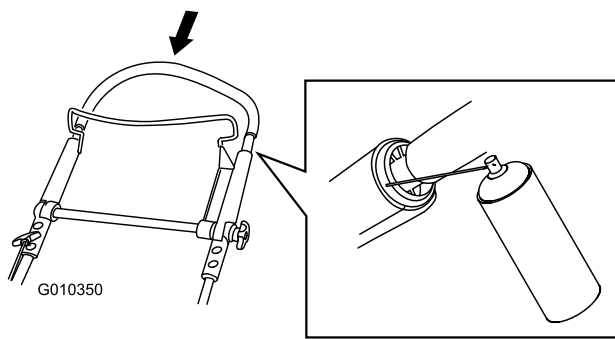

Рисунок 43
2. Полностью отожмите книзу верхнюю часть рукоятки и распылите смазку на внутреннюю пластмассовую поверхность наружной части рукоятки (Рисунок 43).